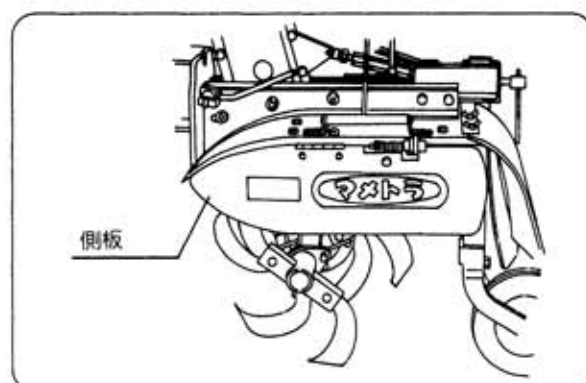

図29
- ① 側板の開閉は菊座方式となっていますので工具類は不要です。手で開閉します。（図29）